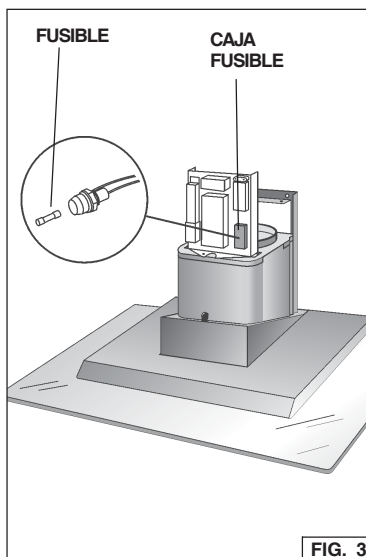

FIG. 3
2. Abrir la caja fusible. Fig. 3.